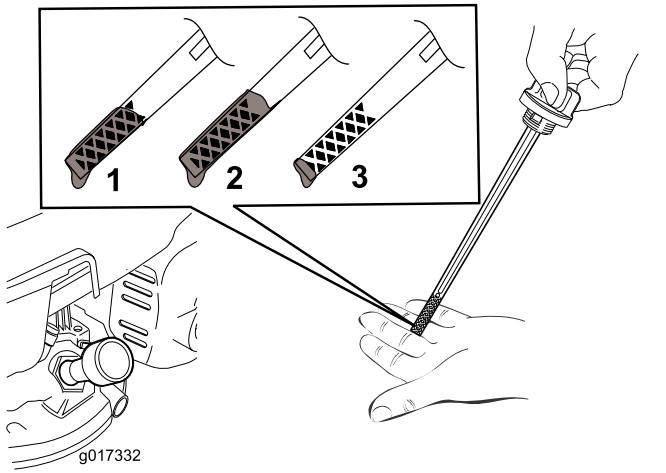

Figura 7
2. Retire la varilla (Figura 7).
**Nota:** Llene el cárter con aceite hasta que la varilla indique que el nivel del aceite del motor es correcto, según se muestra en Figura 7. Si usted llena demasiado el motor, vacíe el exceso de aceite según se indica en Cómo cambiar el aceite del motor \(página 16\).